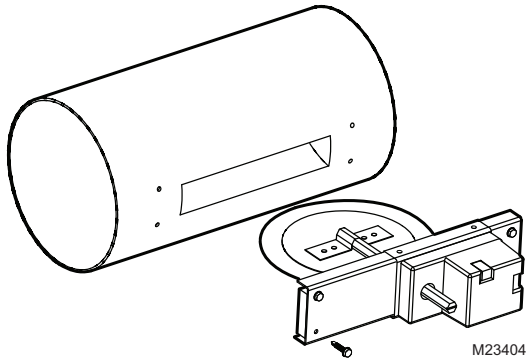

Fig. 3. Inserción del humidificador RRD en el conducto.
- Deslice el humidificador en el conducto y asegúrelo con los cuatro tornillos de montaje autoperforantes que se suministran. No ajuste demasiado los tornillos, ya que el conducto puede deformarse. Vea la Fig. 3.